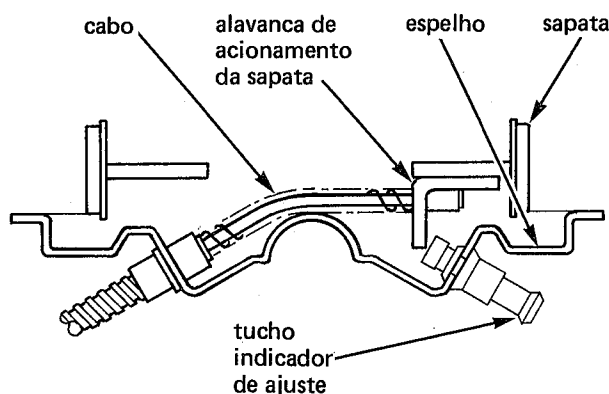
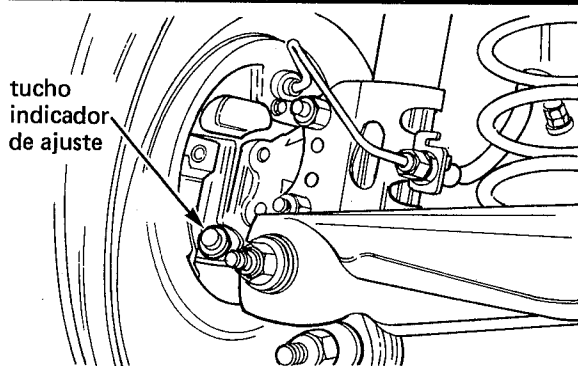

fig. 15
fig. 16
2. Certificar-se de que o tucho indicador de ajuste, localizado na parte posterior do prato do freio (fig. 15), esteja encostado na alavanca de acionamento da sapata do freio (fig. 16). Para tanto, force o tucho no sentido interior do prato condição em que não deverá apresentar qualquer movimento perceptível